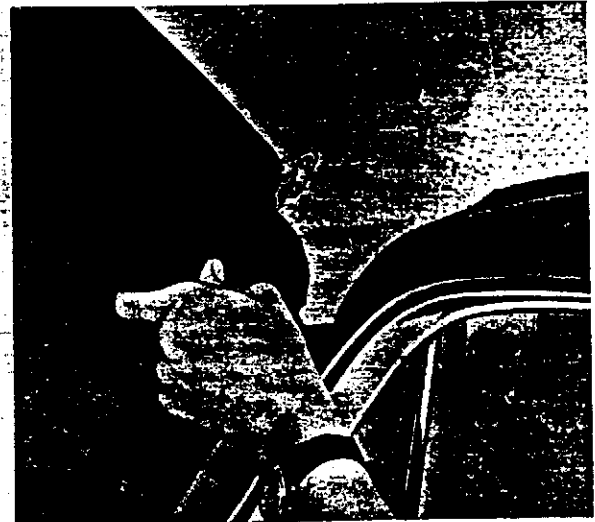

Abb. 71 Einbau des Sonnenschutzes
6. Innenbeleuchtung, Sonnenschutz, Rückspiegel und Zierleisten an der Windschutzscheibe anbringen, siehe Abb. 71.
10. Sonnenschutz einbauen, siehe Abb. 71.
11. Dachverkleidung an der gezahnten Leiste aufhängen. Das Aufspannen soll Spriegel für Spriegel vorgenommen werden. Es soll an beiden Seiten am ersten Spriegel begonnen werden. Die Verkleidung ist hinein und senkrecht nach oben zu führen, so daß keine Falten an der Windschutzscheibe und am Rückfenster gebildet werden. Die Verkleidung darf nicht über die ganze Seite aufgespannt werden, sondern es ist ein Stück an der Vorderkante lt. Abb. 71 frei zu lassen.